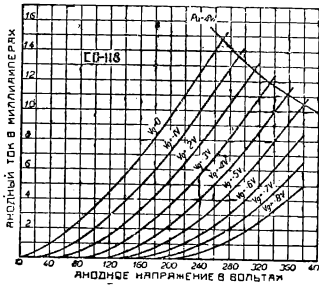

Рис. 2 (к задаче № 49)
**Задача 49.** Рассчитывается усилительный каскад на сопротивлениях с лампой CO-118, анодные характеристики которой даны на рис. 2. Напряжение, даваемое анодным выпрямителем (рис 3), — 300 В, сопротивление анодной нагрузки  $R_a = 30000$  Ом, минус на сетку должен быть равен 3 В. Сколько омов